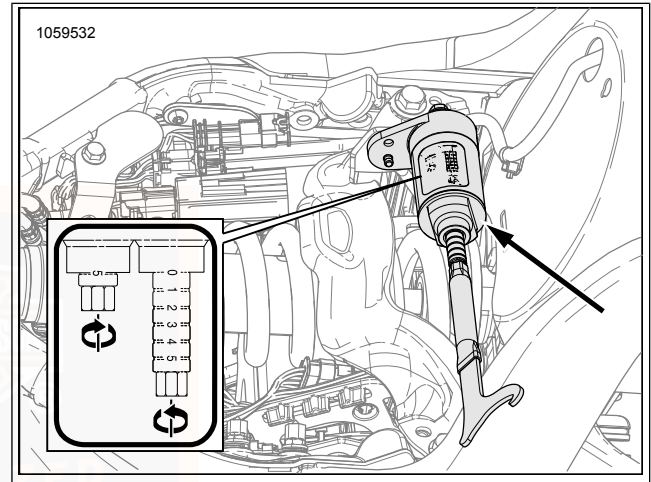

Abbildung 18. Vorspannungseinstellungsschraube
3. **Hydraulik unter dem Sitz:** Siehe Abbildung 18.